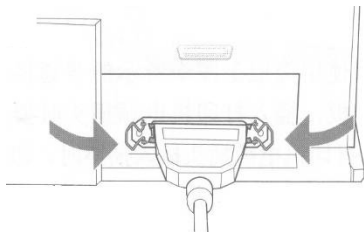

图 2-35 用线夹扣牢电缆端口
② 用打印机的两个线夹牢牢扣住电缆端口。牢固的电缆连接有助于防止计算机和打印机之间的通信出现问题，如图 2-35 所示。